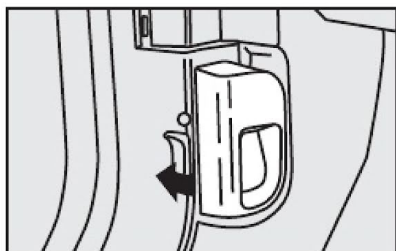

fig. 92
- 1) Puxar a alavanca **fig. 92**.